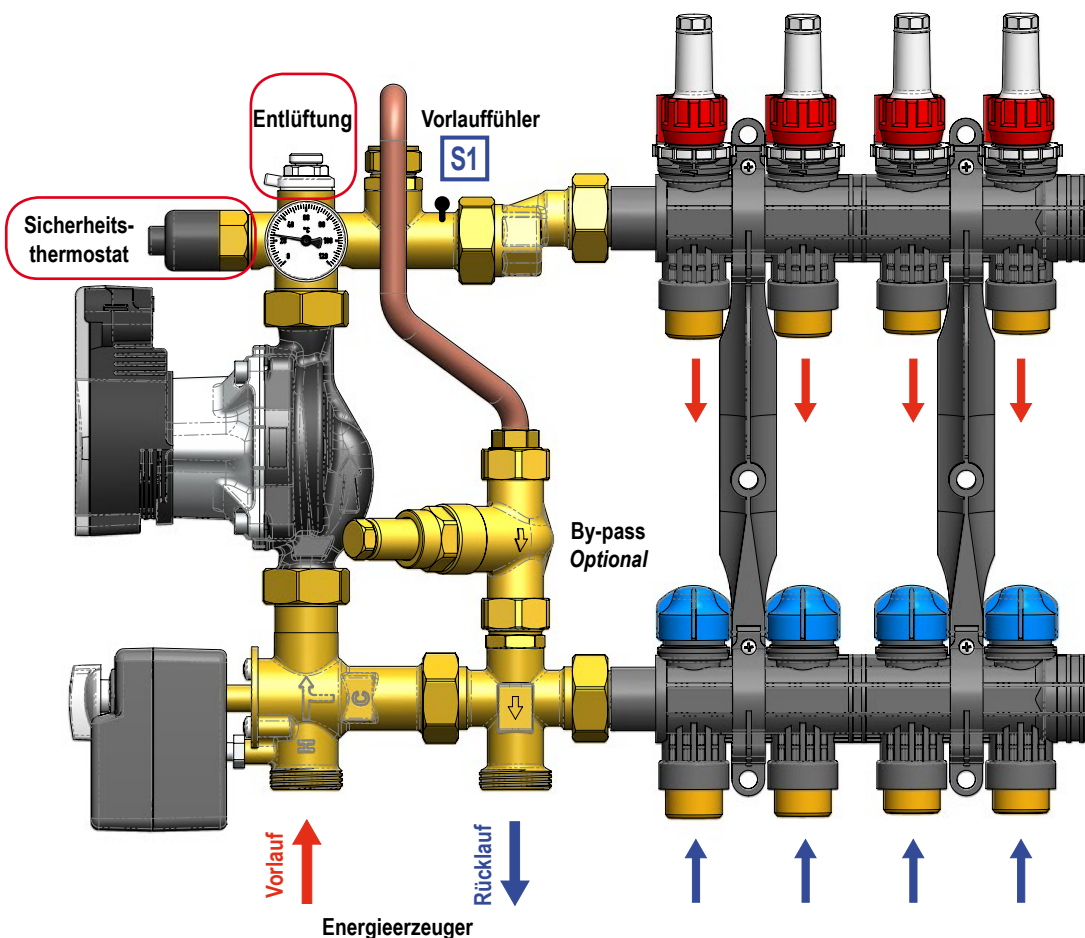

Abb.1: Verbindungsschema
- ✓ Verbinden Sie die Rohre gemäß dem Anschlussplan gemäß den Angaben in Abb.1. Laden Sie das System auf und entlüften Sie gegebenenfalls, indem Sie auf das Entlüftungsventil einwirken.